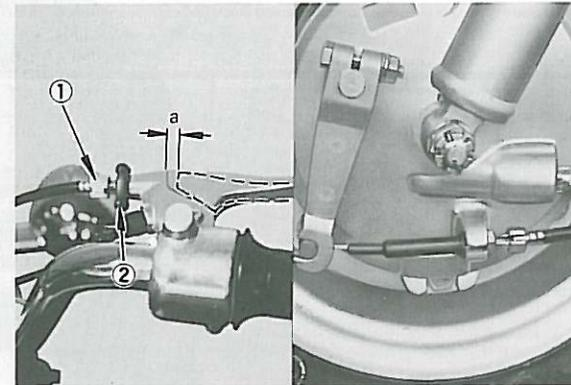

Fig. 2-4-2
- Loosen the adjuster locknut (2).
- Turn the adjuster (1) in or out until adjustment is suitable.
- Tighten the adjuster locknut (2). (Fig. 2-4-2)
- Desserrer l'écrou de blocage (2) de la vis de réglage.
- Tourner la vis de réglage (1) de manière à obtenir un jeu adéquat.
- Resserrer l'écrou de blocage (2). (Fig. 2-4-2)
- Sicherungsmutter (2) des Seileinstellers lösen.
- Seileinsteller (1) ein- oder ausschrauben, bis das gewünschte Spiel erreicht ist.
- Sicherungsmutter (2) wieder festziehen. (Fig. 2-4-2)